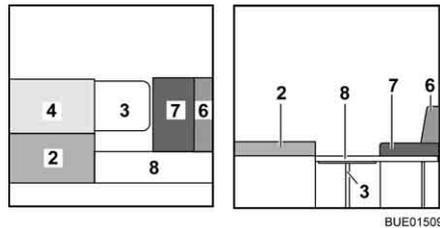

Bild 145 Während des Umbaus
- Das Rückenpolster (Bild 145,4) neben das Sitzpolster (Bild 145,2) legen.
- Die Stütze der Bettverbreiterung (Bild 145,8) aufklappen und die Bettverbreiterung in die Aufnahmen an den Sitztruh einhängen.